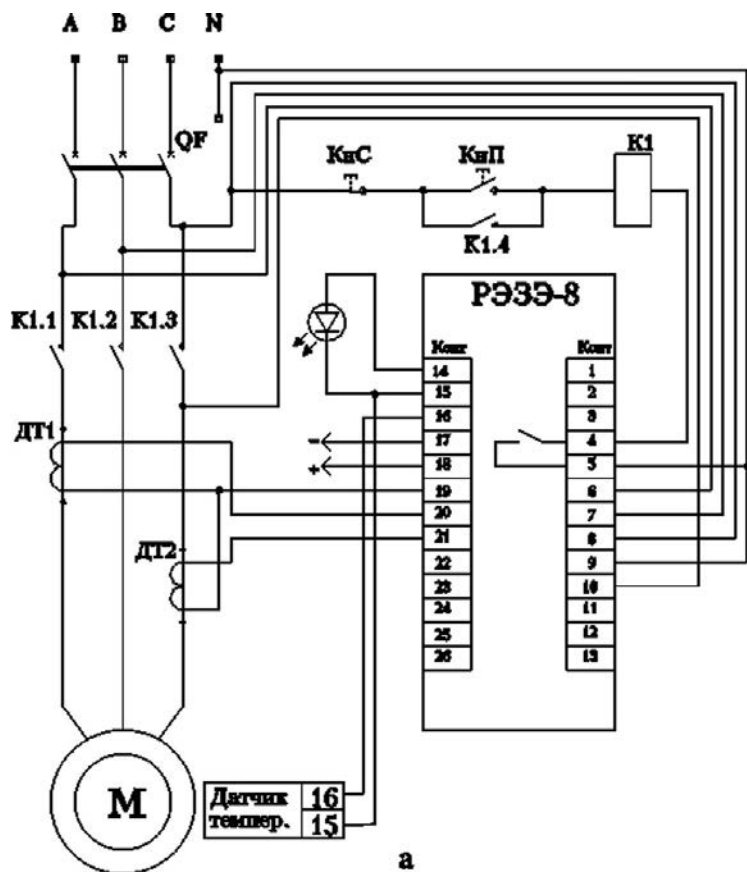

Рис. 6.1 Схемы электрические соединений реле РЭЗЭ-8:
6.2.5 Произвести монтаж схемы электрической соединений реле согласно рис. 6.1.